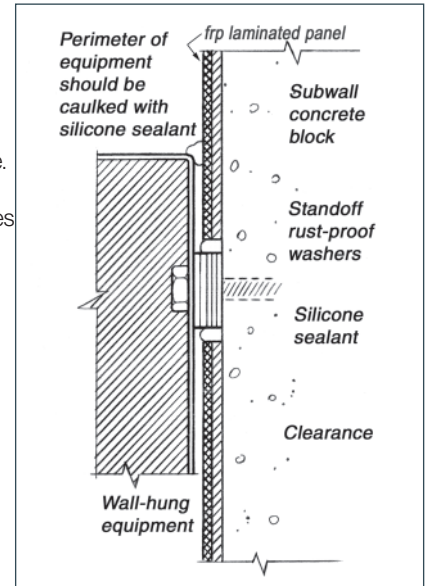

FIGURA 25
6. Instale los equipos y letreros montados en la pared con separadores (arandelas) entre la pared de sustrato y el equipo, y asegúrese de que los separadores son lo bastante gruesos para permitir la expansión y contracción. Taladre los paneles con un diámetro que sea 1/4 de pulgada mayor que los separadores (figura 25).
7. Aplique masilla y sellador a todos los bordes, para impedir que el agua penetre detrás de los paneles (figura 25).